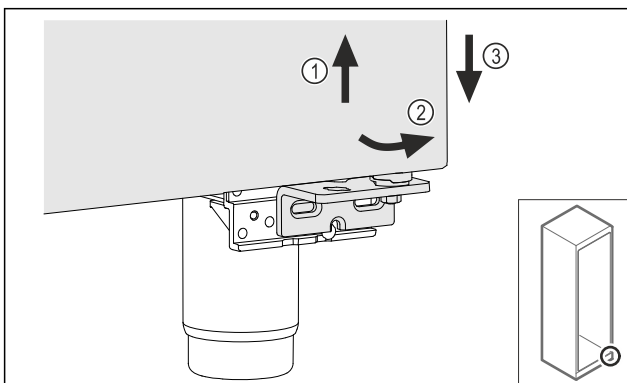

Fig. 16
- ▶ Tür leicht anheben Fig. 16 (1), unten nach vorne kippen Fig. 16 (2) und absenken Fig. 16 (3).